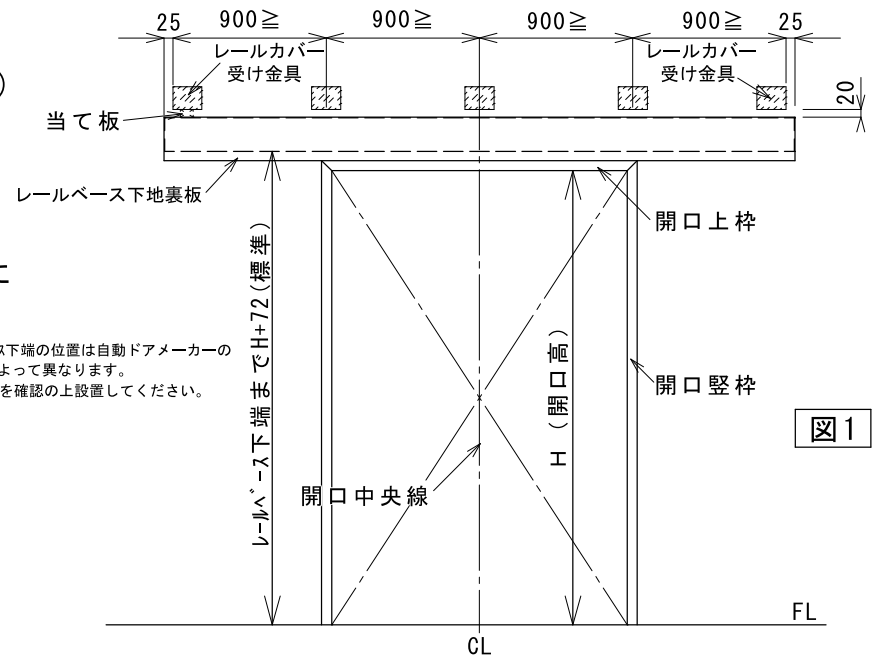

図1
2. レールベースの取り付け(図1, 2参照)
- 2-3 レールカバー受け金具を図1に示す位置にSUSドリルネジ(ナベ4X16)にて取付ける。